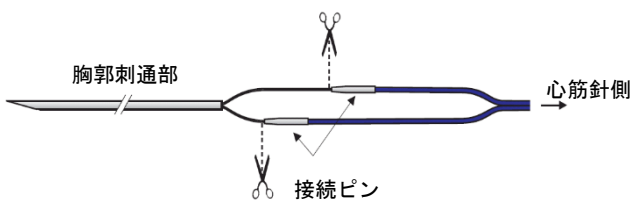

図 2 ワイヤーを接続ピンの端で切断
- 接続ピンをもつタイプは、接続ピンと胸郭刺通部との間のワイヤー導線における接続ピン端をカットする (図 2)。2本の接続ピンを体外式ペースメーカに直接又は専用中継ケーブルを使用して接続する。